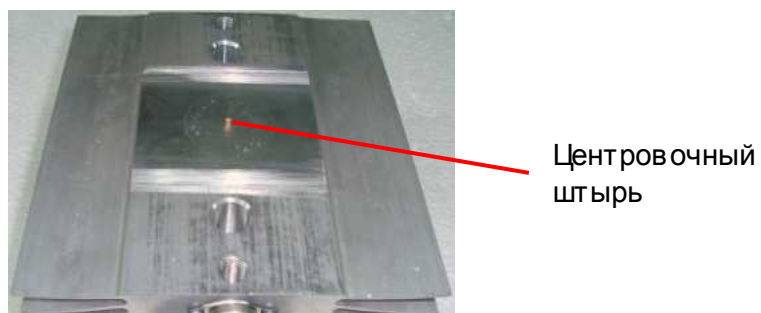
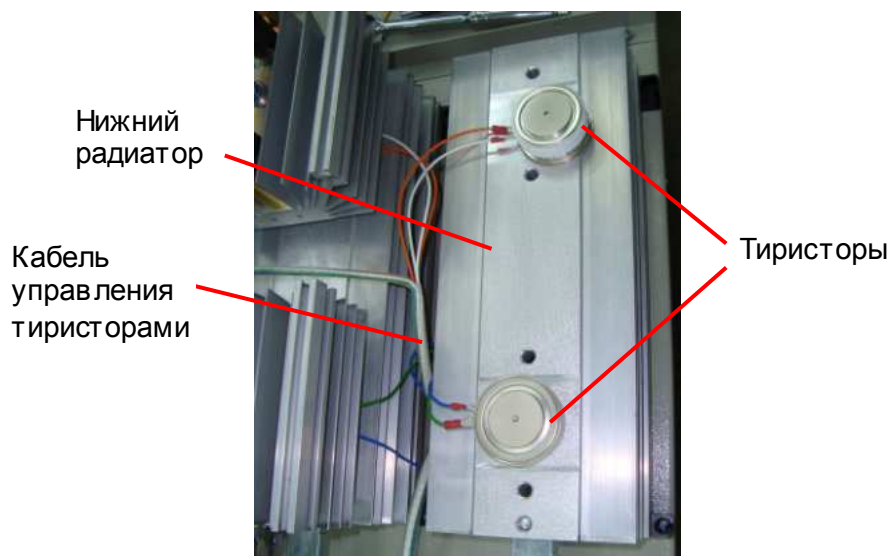

Рис. 6.26
Рис. 6.27
6.13.7.7. Демонтировать верхние радиаторы и положить их в тару. Обратите внимание на сохранность центровочных штырей (рис. 6.26), которые не закреплены в радиаторах и могут выпадать.
- 6.13.7.8. Отсоединить провода кабеля управления от клемм тиристоров (рис. 6.27), снять тиристоры и положить их в тару. Обратит внимание на сохранность центровочных штырей в нижнем радиаторе (аналогично рис. 6.26), которые не закреплены в радиаторе и могут выпадать.